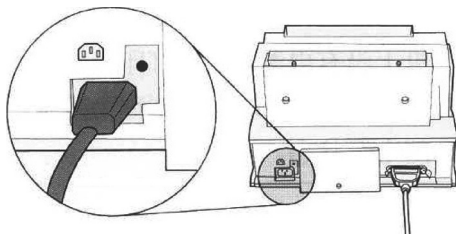

图 2-41 连接电源线
- ④ 在打印机和接地的电源板或墙壁插座之间连接电源线，如图 2-41 所示。